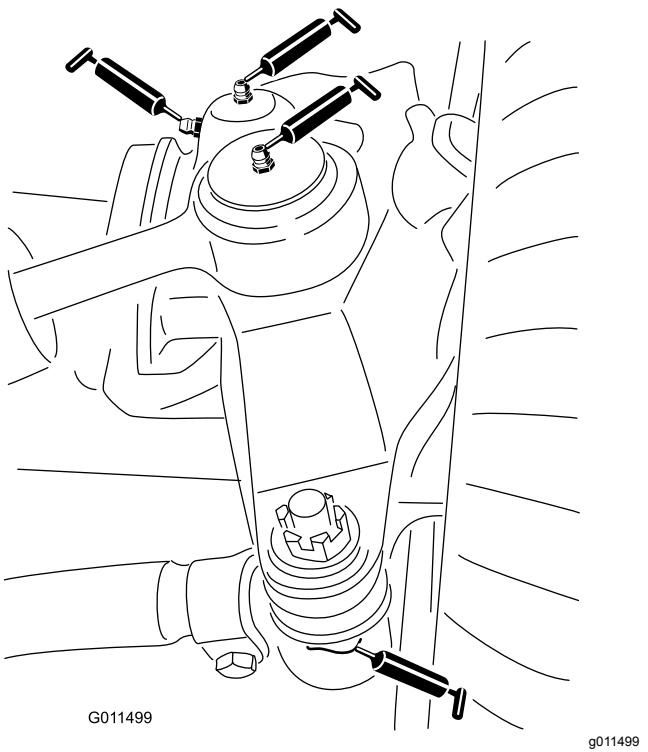

Figura 78
- Duas rótulas esféricas do cilindro da direção (Figura 78)
- Duas rótulas esféricas da barra de ligação (Figura 78)
- Dois casquilhos do pino principal (Figura 78). **O bocal superior do pino principal apenas deverá ser lubrificado uma vez por ano (2 bombas).**